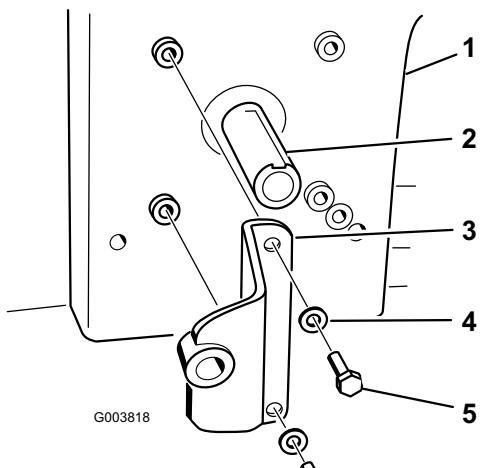

Figura 18
4. Instale el soporte de la bomba en el motor con 2 pernos (5/16 x 3/4 pulgada). Consulte en Figura 18 la posición correcta del soporte de la bomba.